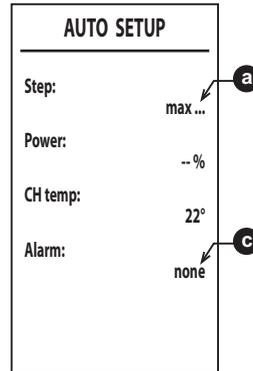

fig. 53
- Si la fase de encendido no tiene éxito, aparece el mensaje **[max_err]** en el punto **a** y un código de error en el punto **c** (fig. 53). En la **Nota 2**, se indican algunas causas posibles del fallo de encendido. Salga de Auto Setup pulsando la tecla **↻**, resuelva la anomalía y repita el procedimiento desde el punto 1.